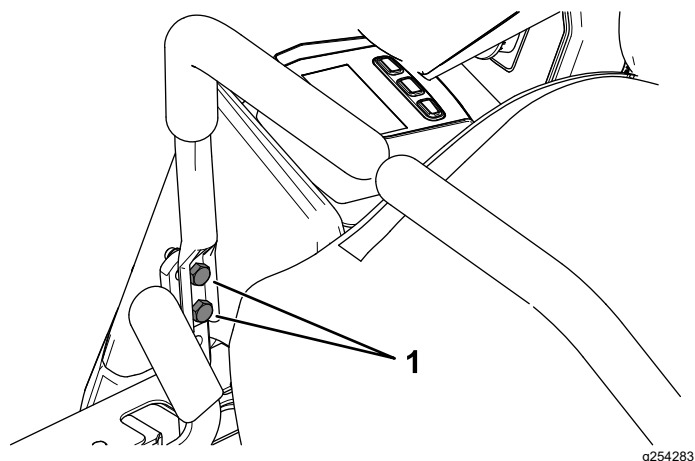

Figure 54
10. Si l'alignement doit être corrigé d'un côté, desserrez les 2 boulons de fixation du levier de commande de déplacement du côté concerné (Figure 54).
12. Resserrez les 2 boulons de fixation du levier de commande de déplacement (Figure 54).